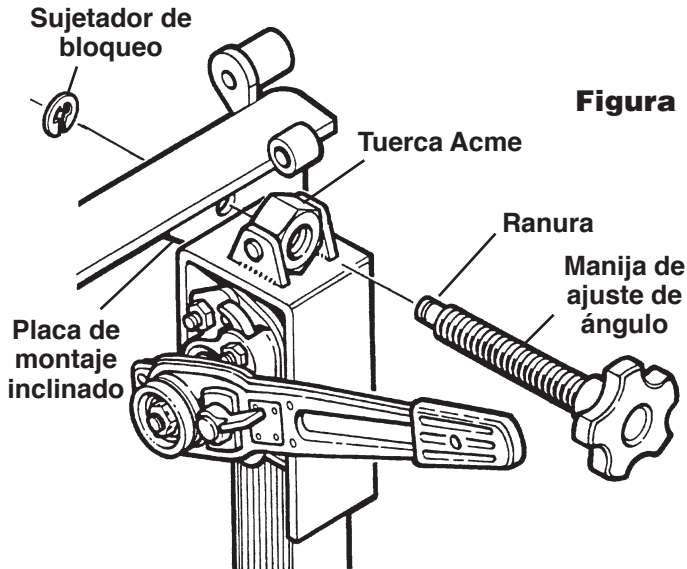

Figura 1
1. Enrosque la manija de ajuste de ángulo a través de la tuerca acme según se muestra en la Figura 1. Inserte el extremo del eje de la manija de ajuste de ángulo a través de la placa de montaje inclinado.